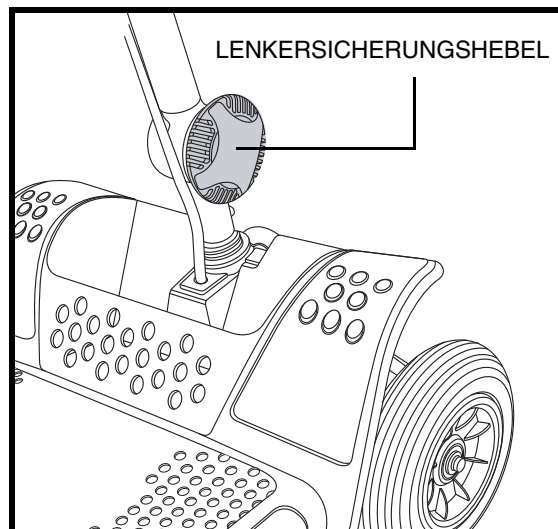

Abb. 17. Lenkersicherungshebel
1. Während Sie den Lenker festhalten, drehen Sie den Lenkersicherungshebel im Uhrzeigersinn, um den Lenker zu lösen. **Siehe Abb. 17.**